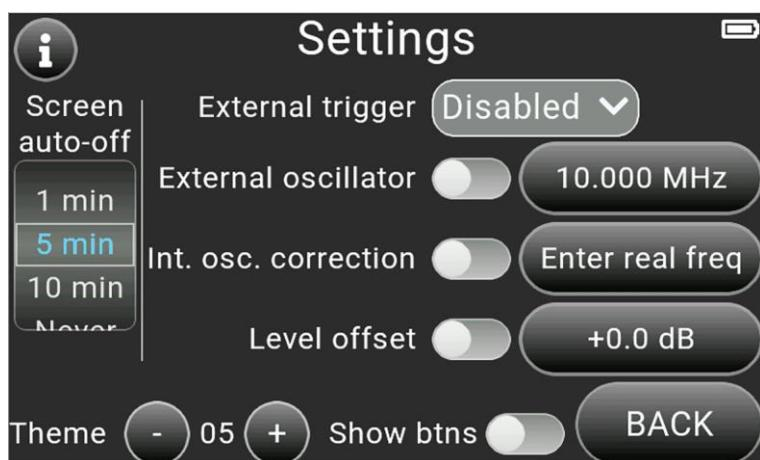

Рисунок 10.9 – Меню дополнительных опций
10.7.1. Войдите в меню дополнительных опций **Settings**, нажав кнопку на экране прибора (Рис. 10.9).
10.8.1. Войдите в меню дополнительных опций **Settings**, нажав кнопку на экране прибора (Рис. 10.9). По умолчанию опция управления внешним триггером **External trigger** отключена **Disabled**.
10.9.1. Войдите в меню дополнительных опций **Settings**, нажав кнопку на экране прибора (Рис. 10.9). Переключение внешнего и внутреннего источника опорного сигнала производится «слайдером» **External oscillator**. Установите значение частоты внешнего опорного сигнала.
10.10.1. Войдите в меню дополнительных опций **Settings**, нажав кнопку на экране прибора (Рис. 10.9). Включение режима корректировки частоты выходного сигнала производится «слайдером» **Int. osc. correction**. Установите реальное значение частоты выходного сигнала. Разница между текущим значением частоты и вводимым эталонным не должна превышать ±0,1% (1000 ppm) от текущей частоты. В противном случае появляется сообщение о невозможности применения данной корректировки.
10.11.1. Войдите в меню дополнительных опций **Settings**, нажав кнопку на экране прибора (Рис. 10.9). Включение смещения уровня мощности выходного сигнала производится «слайдером» **Level offset**. Задайте значение смещения уровня мощности. При подключении аттенюатора используйте отрицательные значения смещения, например -10, -20 и т.п., а при подключении усилителя – положительные значения, например +10, +20 и т.п.
10.12.1. Войдите в меню дополнительных опций **Settings**, нажав кнопку на экране прибора (Рис. 10.9). Переключение тем оформления экранного интерфейса осуществляется кнопками